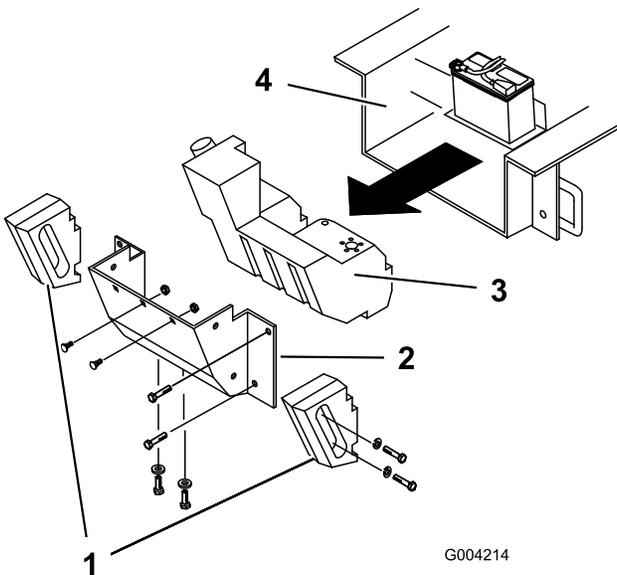

图 65
使用手电筒定期打开机罩并检查发动机下方的区域。当杂物深 2.55cm 时请完成以下步骤请参阅此流程中的 图 65
5. 拆下固定 2 个侧配重的螺栓、垫圈和锁紧垫圈然后拆下配重 图 65。
8. 拆下固定后面板的 6 个螺母和螺栓拆下面板 图 65。
10. 将油箱滑到后面 图 65。
17. 将油箱部分滑入底盘 图 65。
23. 更换后面板并使用之前拆下的 6 颗螺栓和螺母进行固定 图 65。
25. 使用之前拆下的螺栓、垫圈和锁紧垫圈安装侧配重 图 65。